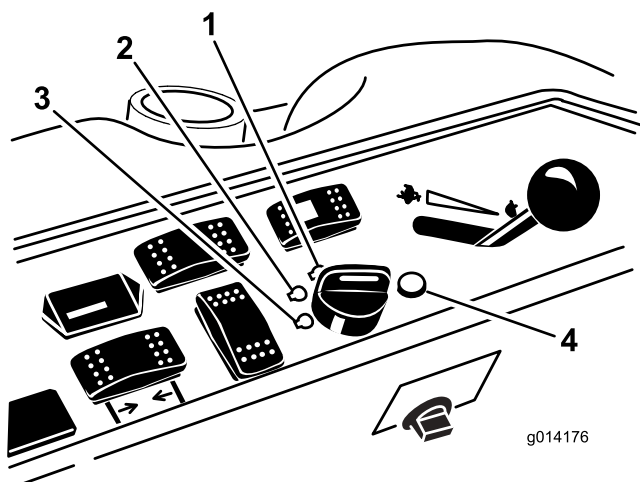

Рисунок 12
- Поверните ключ в замке зажигания по часовой стрелке в положение Run ("Работа") (Рисунок 12). На 6 с загорается индикатор запальной свечи.
- Поверните ключ в замке зажигания в положение "Выкл." (Рисунок 12). Прежде чем покинуть рабочее место, дождитесь остановки всех движущихся частей.